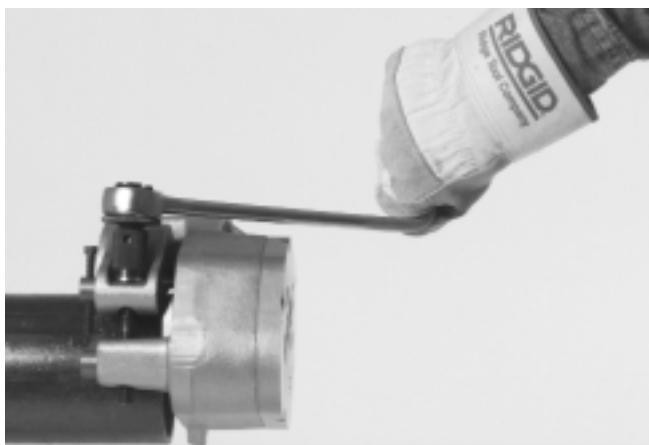

Figura 5 – Trinquete colocado en el tornillo de alimentación
1. Meta el trinquete en el tornillo de alimentación (*Figura 5*).